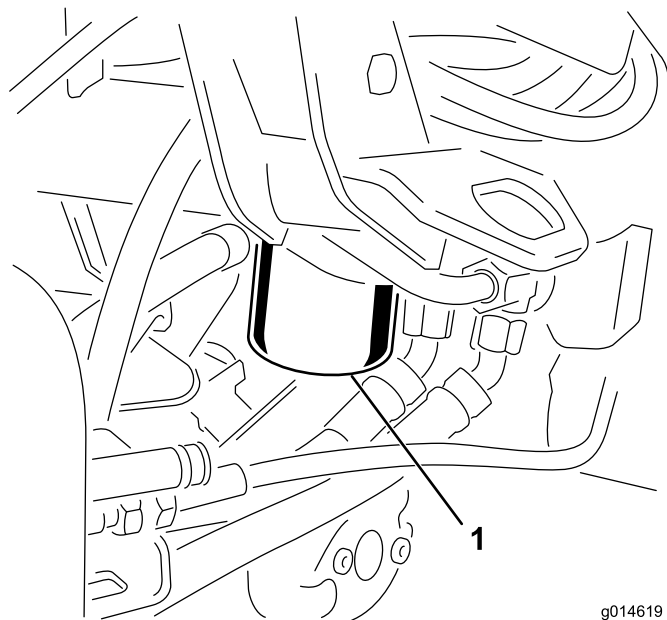

Рисунок 50
1. Очистите область вокруг места крепления фильтра (**Рисунок 50**). Поместите сливной поддон под фильтр, а затем снимите фильтр.